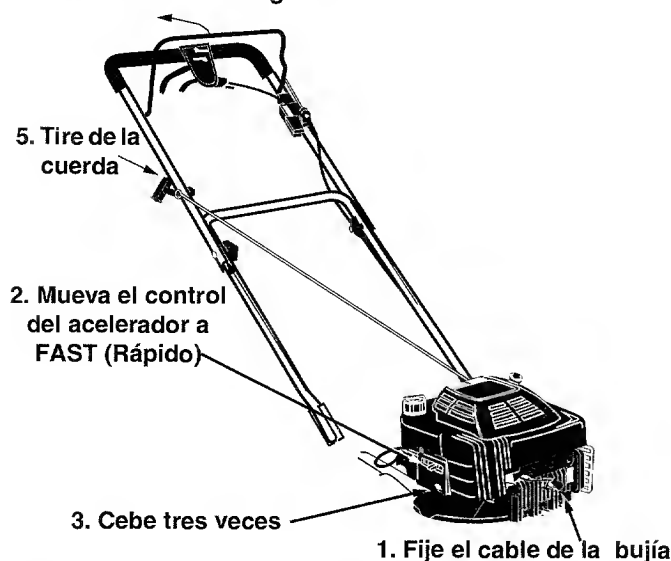

Figura 7
- Llene el reservorio de aceite e inspeccione el nivel de aceite. Vea la Figura 7
- Sujete el mango del arrancador y tire lentamente de la soga hasta que el motor llegue al comienzo del ciclo de compresión (la soga ofrecerá un poco de más resistencia en este punto). Vea la Figura 7. Permita que la soga se enrolle lentamente.